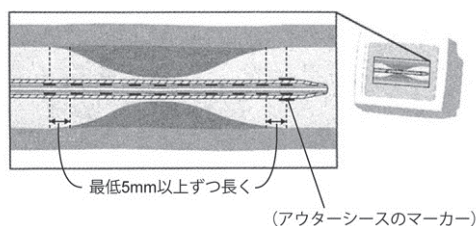

図5
- (9) X線透視下で、狭窄部位を越えてデリバリーシステムのシャフトを設置し、病変の方へ引き戻すようにして、デリバリーシステムのシャフトを真っ直ぐに調整する。ステントを狭窄部位の中心におくためには、ステント両端のX線不透マーカ―を利用する (図5 参照)。
1. ステントを安全に留置するために、両端部で病変／狭窄部よりそれぞれ最低5mm以上長いステントを使用すること。（図5参照）